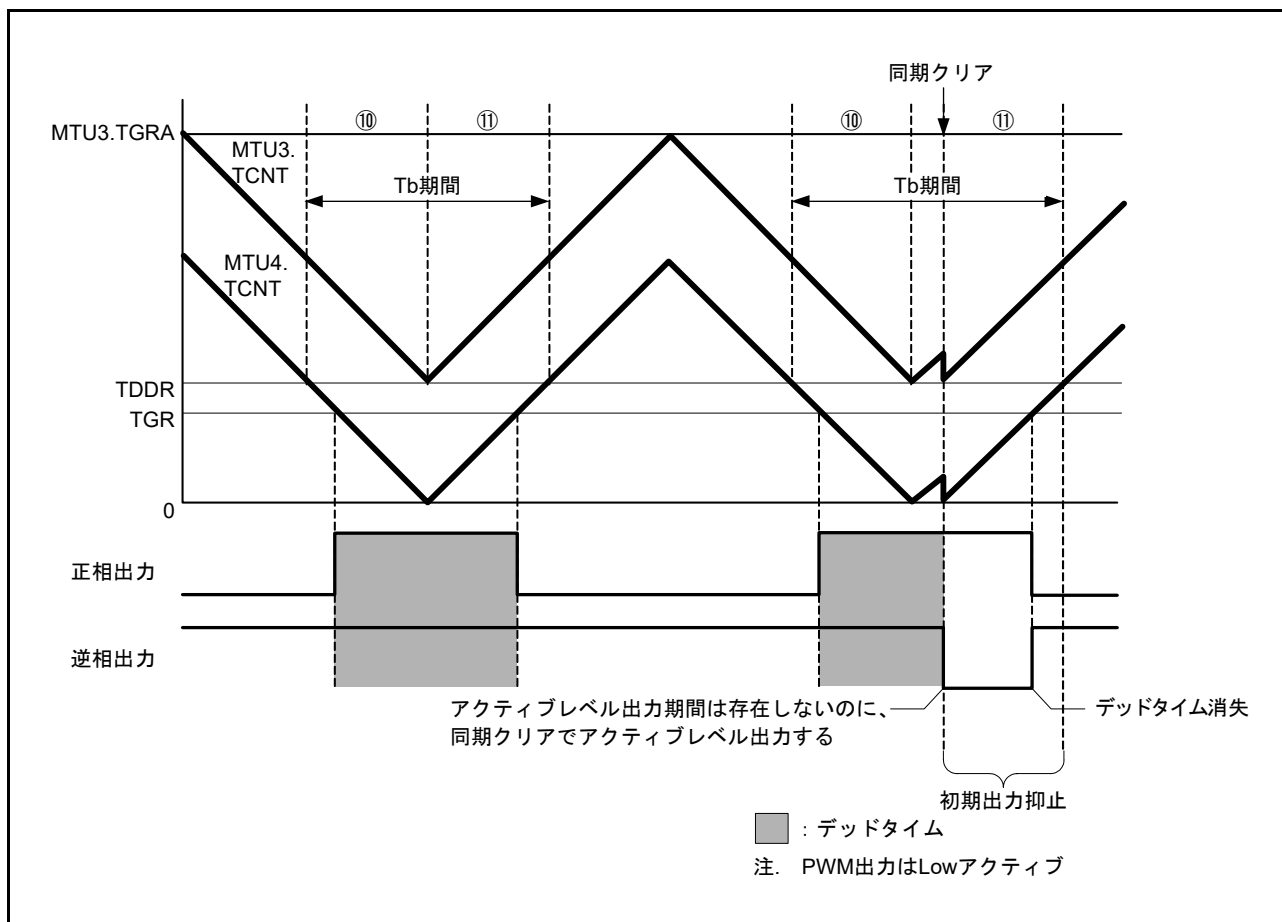

図 22.123 同期クリア例 (条件 2 の場合)
条件 2 : 初期出力の抑止期間⑩、⑪にて、 $MTU3.TGRB \leq TDDR$ 、 $MTU4.TGRA \leq TDDR$ 、 $MTU4.TGRB \leq TDDR$  のいずれかが成立する状態で、同期クリアした場合 (図 22.123 参照)。